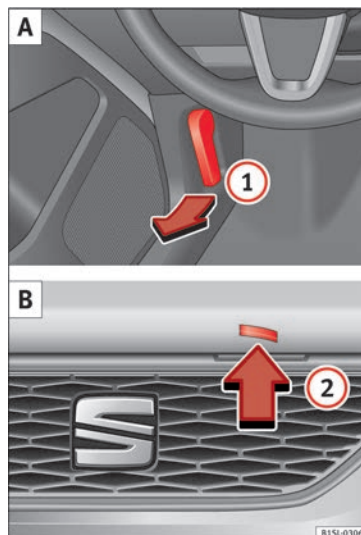

Abb. 8 A: Entriegelungshebel im Fußraum auf der Fahrerseite. B: Entriegelungshebel an der Motorraumklappe.
• Entriegelungshebel **1** in Pfeilrichtung ziehen » **Abb. 8 A**. Die Motorraumklappe springt durch Federkraft aus der Verriegelung des Schlossträgers » **⚠ in Vorbereitungen zu Arbeiten im Motorraum auf Seite 203**.